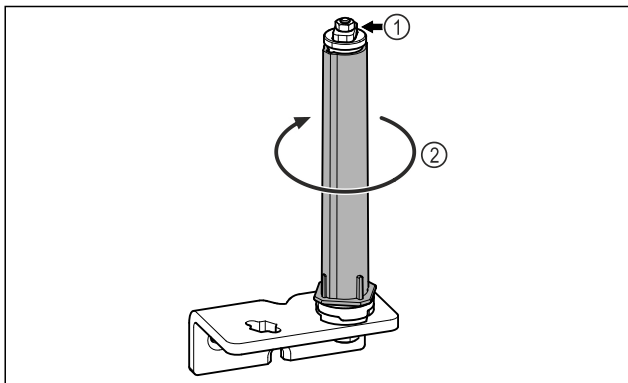

Fig. 29
► Ne szedje szét az ajtózáró rendszert Fig. 29 (1).
► Forgassa el a zárórendszert Fig. 29 (2), amíg az be nem kattann.